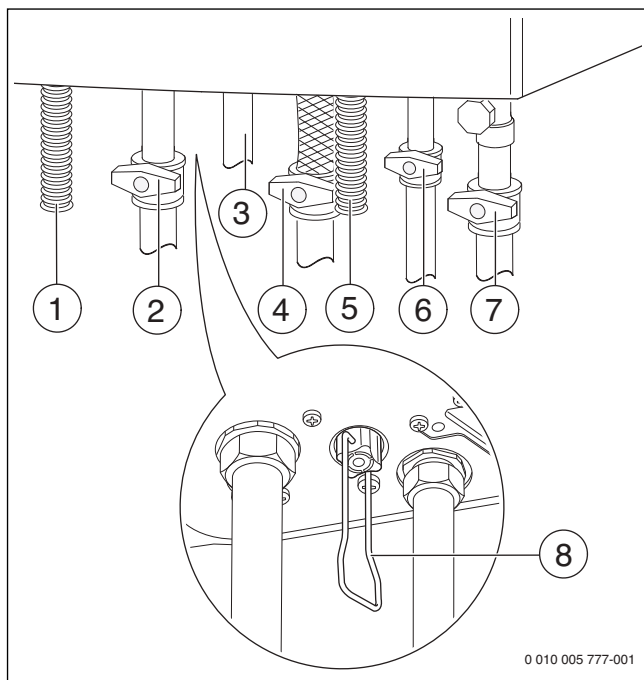

Рис. 26 Подключения газа и воды (дополнительная комплектация)
- ▶ Котлы WBC...DC: откройте кран холодной воды (→ рис. 26) и держите кран горячей воды открытым до тех пор, пока из него не потечёт вода.
- ▶ Откройте краны подающей и обратной линий отопления (→ рис. 26).
- ▶ Заполните отопительную систему до давления 1-2 бар (→ рис. 26) и закройте кран для заполнения и слива.